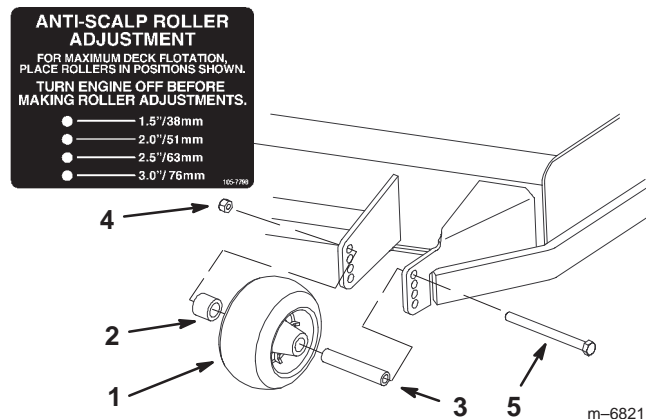

Figure 18
2. Après avoir réglé la hauteur de coupe, réglez les galets en retirant l'écrou à collerette, la bague, l'entretoise et le boulon (Fig. 18).
3. Choisissez le trou de sorte que le galet de protection du gazon se trouve le plus près possible de la hauteur de coupe correspondante voulue (Fig. 18).
4. Posez l'écrou à collerette, la bague, l'entretoise et le boulon. Serrez-les à 54–61 Nm (40–45 pieds-livre) (Fig. 18).